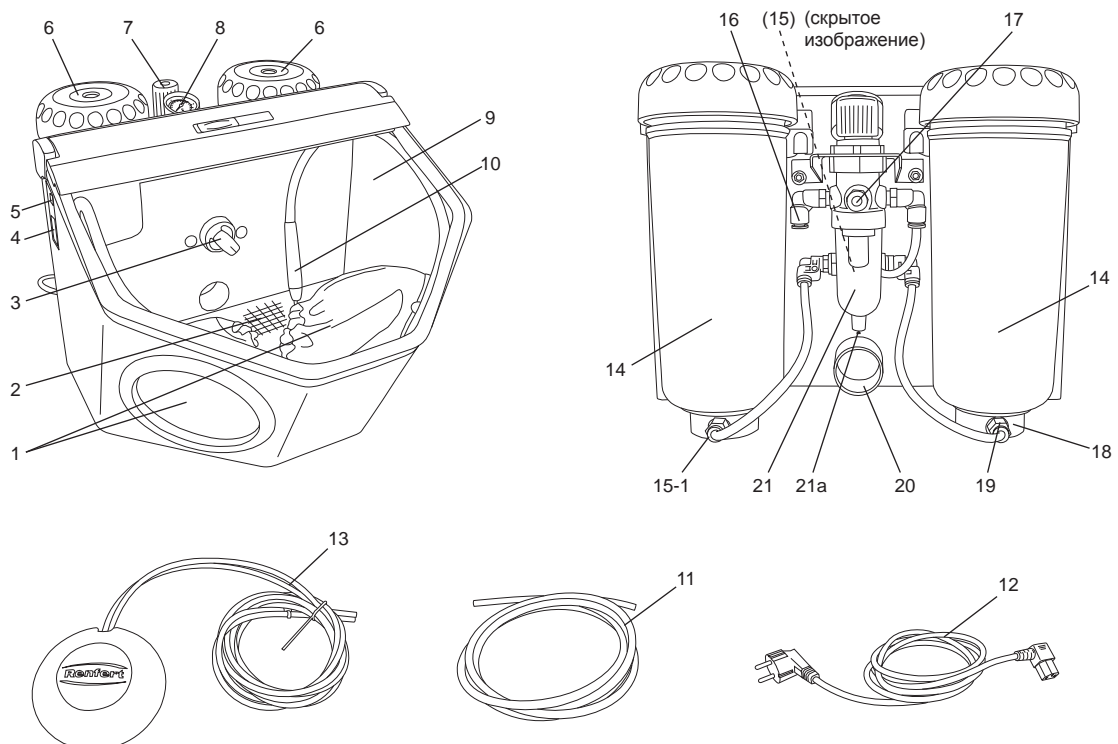

рис. 1
1 бачками: (15-1, рис. 1)
- Включить освещение (5).
- При помощи переключателя (3, рис. 1) выбрать бачок (вариант с 2 бачками).
- Нажать педаль (13, рис.1)